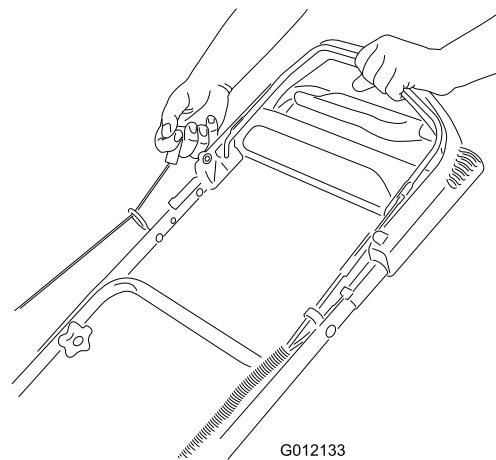

Figure 12
2. Tirez sur la poignée du lanceur (Figure 12).